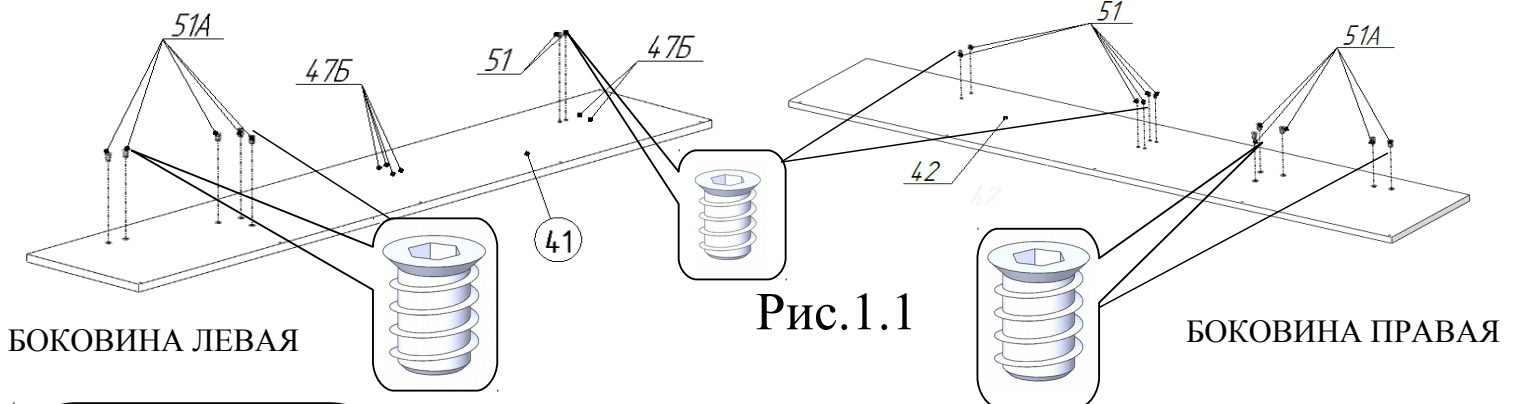
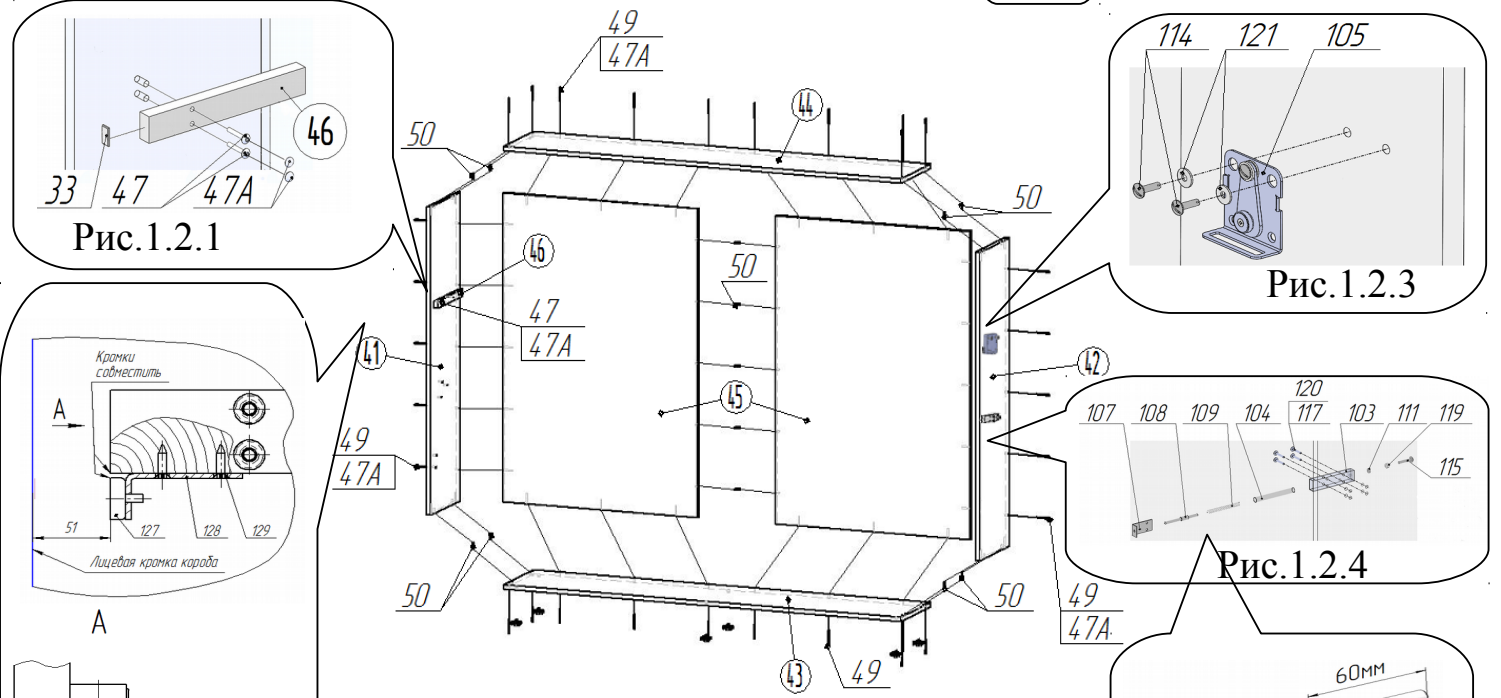
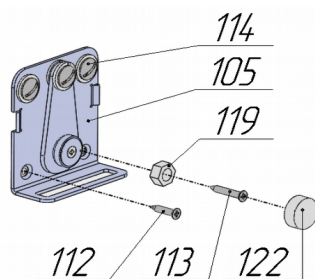

Рис.1.1
Рис.1.2
Рис.14.1 Закрепление при установке механизма на ЛЕВОМ щите короба
Установить в боковины поз.41, 42 футорки поз.51,51А, используя шестигранные ключи 6мм и 8мм (рис.1.1). Завинчивание футорок производить до совпадения торцев с плоскостью боковин поз.41,42 (рис.1.1). Установить заглушки поз.47Б в неиспользуемые отверстия в соответствии с рис. 1.1. Состыковать стенки задние поз.45 между собой, использовав шканты поз.50 (рис.1.2). Собрать вокруг стенок задних поз.45 боковины поз.41, 42 и панели поз.43, 44 в соответствии с рис.1.2, используя шканты поз.50 и винты-конфирматы поз.49 (рис.1.2).
14. Поднять раму кровати в вертикальное положение. Надавливанием на верхние углы рамы в горизонтальном направлении, добиться одинаковых зазоров слева и справа между рамой и боковинами короба поз.41,42 (рис.1.2).
положении совпадает с кромками боковин поз.41,42 (рис.1.2), регулировка механизма не требуется. Можно провести его окончательное закрепление саморезами поз.112 и 113, подложив под саморез поз.113 гайку поз.119 (рис.14.1, 14.2). Надеть на гайку колпачок поз.122. В зависимости от стороны, с которой установлен механизм фиксации поз.105, саморезы расположить в соответствии с рисунками 14.1 или 14.2.
18. При необходимости регулировки фиксированного положения, раслабить винты поз.114 (рис.14.1 и 14.2). Сместить в нужном направлении механизм фиксации поз.105. Затянуть винты поз.114. Повторить поднятие рамы и закрывание. После окончания регулировки закрутить саморезы поз.112 и поз.113, подложив под саморез поз.113 гайку в соответствии с рисунками 14.1 или 14.2. Надеть на гайку поз.119 колпачок поз.122 (рис.14.1 или 14.2).